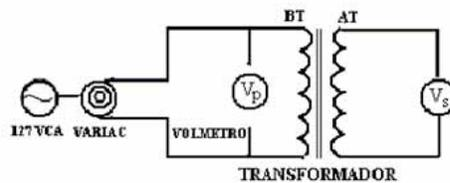

Figura 3.6 Dispositivo para determinar la relación de transformación
- d) Arme el dispositivo de la figura 3.6.